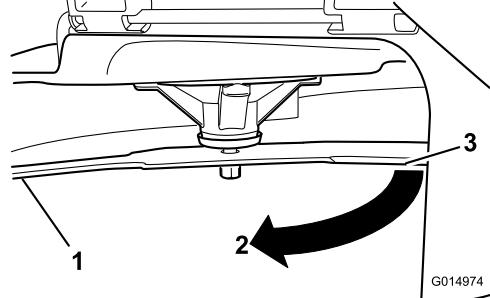

Figura 53
4. Gire la misma cuchilla 180 grados de manera que el otro extremo esté en la misma posición (Figura 53).